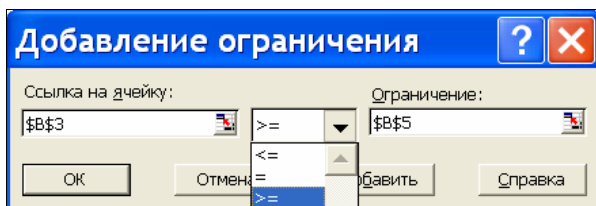

Рис. 43. Ввод ограничений задачи
Введем ограничения на ресурсы. Щелкаем на кнопке **Добавить**. На экране появляется окно **Добавление ограничения** (рис. 43). Для добавления ограничения  $x_i \geq 0$  в поле **Ссылка на ячейку** вводим адрес ячейки **\$B\$3** (щелкаем ячейку на рабочем листе таблицы). Для ввода значения в поле **Ограничение** щелкаем ячейку **\$B\$5**. Выбираем знак отношения  $\geq$ .
*Примечание.* В упражнении 8 количество произведенной продукции каждого типа должно быть целым. В данном случае мы имеем дело с задачей целочисленного программирования. Кроме ограничений задачи линейного программирования (14). (15) появляются дополнительные ограничения на переменные:  $x_1$  — целое,  $x_2$  — целое. Эти ограничения вводятся в диалоговом окне **Добавление ограничения** (рис. 43)..